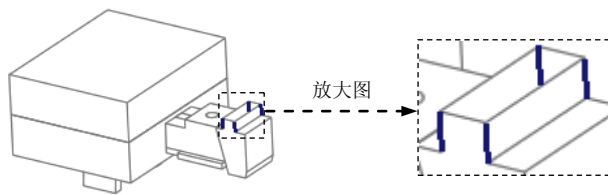

图 27.59 倒圆角参考边
Step6. 创建圆角特征。单击 **模具** 功能选项卡 **设计特征** 区域中的 按钮, 此时系统弹出“倒圆角”操控板; 按住 Ctrl 键, 选取图 27.59 所示的四条边线为倒圆角的参考边; 在文本框中输入半径值 8.0, 并按 Enter 键; 在操控板中单击 按钮, 完成特征的创建。